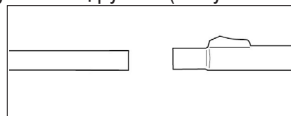

Рисунок 3/2
2. Телескопическую трубку можно, при необходимости, удлинять или укорачивать, нажимая кнопку и двигая трубку назад и вперед (рисунок 3/3).